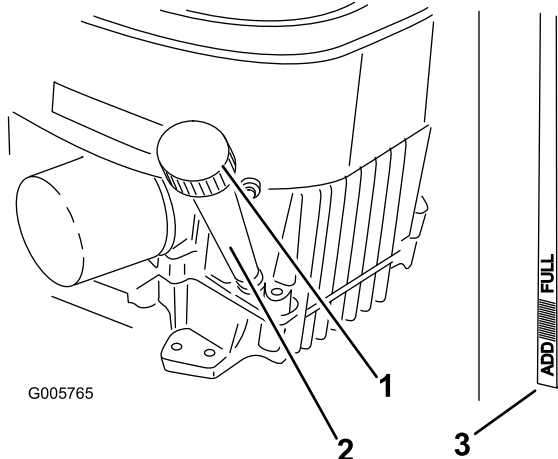

Bild 36
4. Reinigen Sie den Bereich um den Ölpeilstab (Bild 36), damit kein Schmutz in den Einfüllstutzen gelangen und den Motor beschädigen kann.
5. Schrauben Sie den Ölpeilstab heraus und wischen Sie das Metallende ab (Bild 36).
9. Wechseln Sie den Ölfilter bei Bedarf (Bild 36).
10. Reinigen Sie den Bereich um den Peilstab und drehen den Verschlussdeckel ab (Bild 36).
11. Gießen Sie ca. 80 % der angegebenen Ölmenge langsam in den Einfüllstutzen (Bild 36).